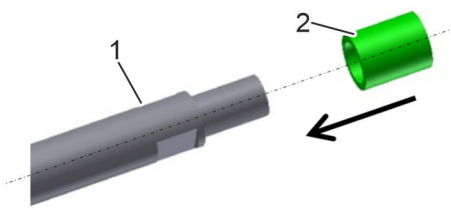

Fig. 14: Kunststoffmuffe
2. ➤ Skub kunststofmuffen (Fig. 14/2) på målepinden (Fig. 14/1).